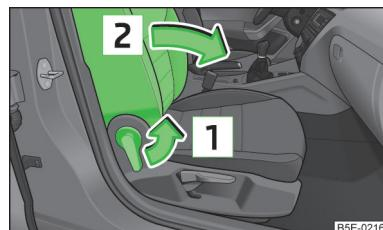

Fig. 54
- Tire de la palanca en el sentido de la flecha **[1]** » fig. 54.
➤ Tire de la palanca en el sentido de la flecha **1** » fig. 54.